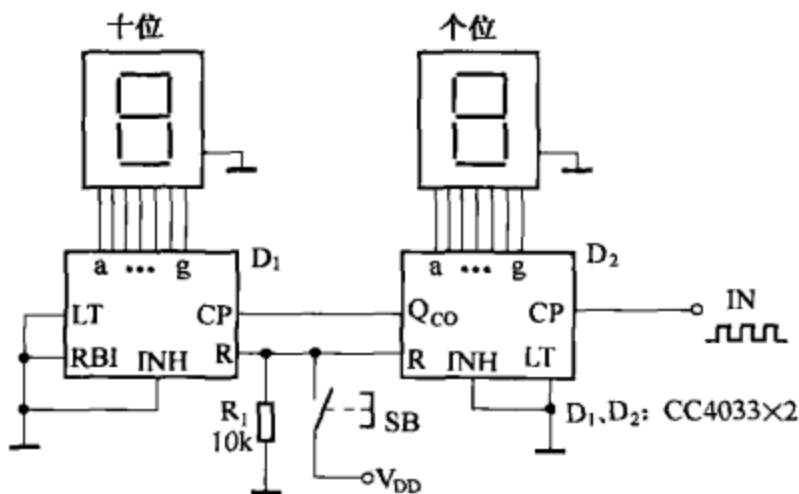

图 8-58
(3) 图 8-58 所示为两位十进制计数显示电路，由两块十进制计数/7 段译码/驱动集成电路